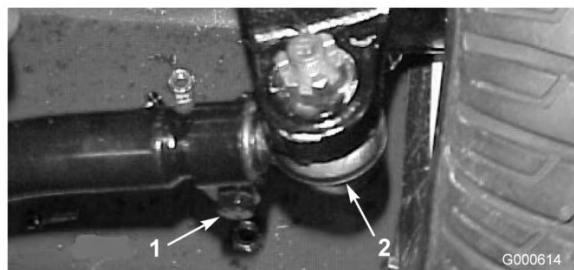

図 49
2. 調整が必要な場合は、タイロッドのボール・ジョイントのコッターピンとナットを外す（図 49）。次に、タイロッドのボール・ジョイントをアクスル・ケースのサポートから外す。
3. タイロッド両側のクランプをゆるめる（図 49）。